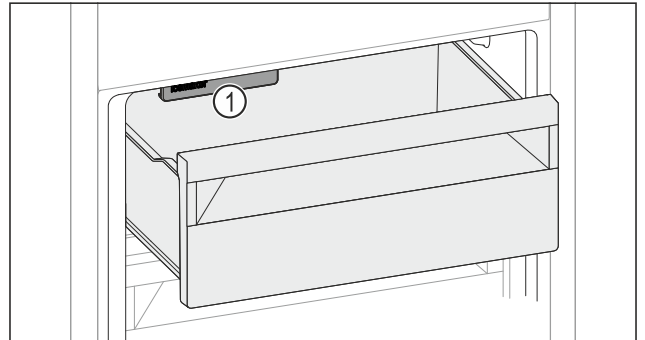

Fig. 205
- ▶ IceMaker Fig. 205 (1) berücksichtigen.